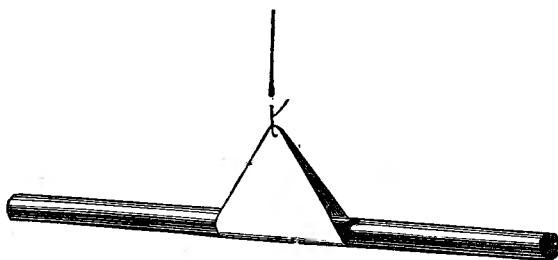

fig. 18.
2. Zawieś sztabkę żelazną na nitce (fig. 18.) i zbliżaj do niej magnes. Sztabka zwróci się ku niemu, aż nareszcie magnes zupełnie ją przyciągnie. Trzymaj między magnesem a sztabką ćwiartkę